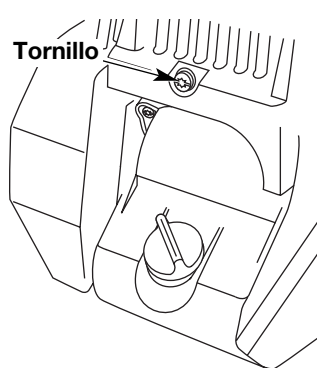

Fig. 36
3. Saque el tornillo que está detrás de la cubierta del motor (Fig. 36).